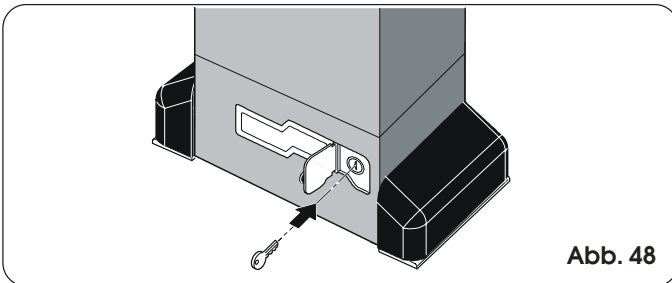

Abb. 48
- 1) Die Schutzklappe öffnen und den mitgelieferten Schlüssel in das Schloß stecken (Abb. 48).